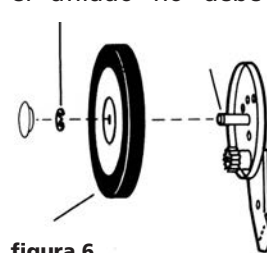

figura 6
- Retire los seguros "E", las ruedas y los piñones de ambos lados de la podadora (vea figura 6).